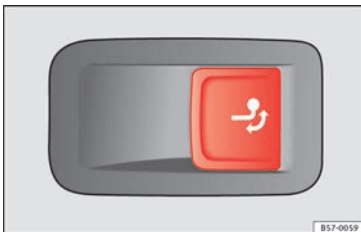

Abb. 219 Auf der rechten Seite im Gepäckraum: Taste zur Entriegelung des Kugelkopfes.
- Ziehen Sie kurz an der Taste » » **Abb. 219**. Der Kugelkopf wird automatisch entriegelt und dreht selbsttätig heraus. Die Kontrollleuchte der Taste blinkt » » **Abb. 219**.
- Ziehen Sie kurz an der Taste » » **Abb. 219**. Der Kugelkopf wird elektrisch entriegelt.
- Drehen Sie den Kugelkopf unter den Stoßfänger bis er hör- und fühlbar einrastet und die Kontrollleuchte der Taste » » **Abb. 219** dauerhaft leuchtet.
- Wenn die Kontrollleuchte der Taste » » **Abb. 219** blinkt, ist der Kugelkopf noch nicht vollständig eingerastet oder beschädigt » » ⚠.
- Drücken Sie keinesfalls die Taste »» **Abb. 219**, wenn ein Anhänger oder ein Gepäckträger oder anderes Zubehör auf dem Kugelkopf eingehängt ist.